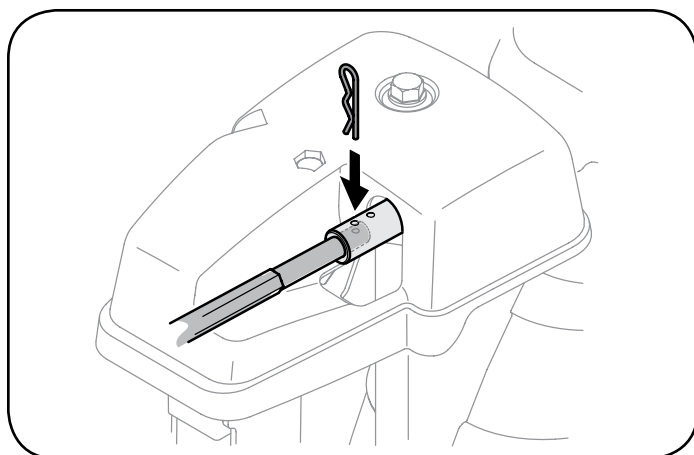

Figura 53
1. Retire el pasador de chaveta del orificio más cercano al conjunto del canal sobre el montaje de rotación del canal. Vea la Figura 53.